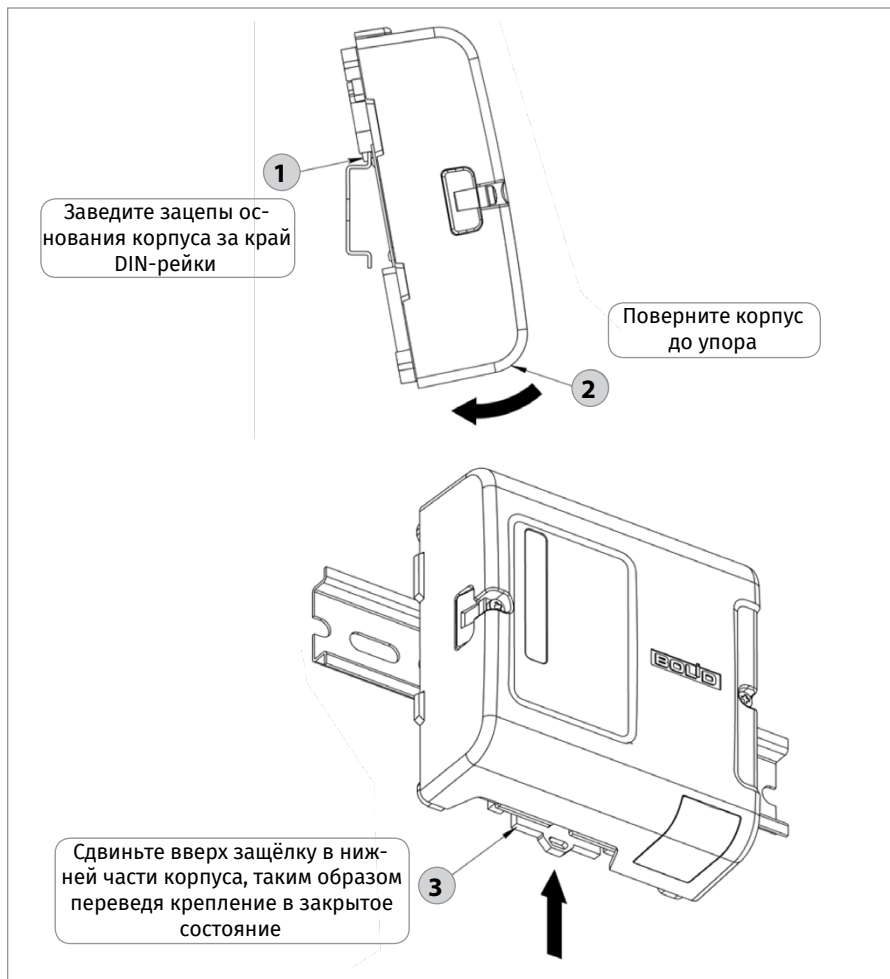

Рисунок 26. Порядок установки прибора на DIN-рейку
- 3.2. Установите прибор на DIN-рейку в порядке, указанном на Рисунок 26.